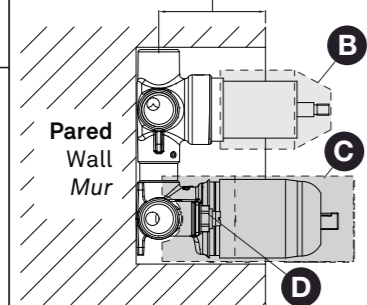

Fig. 8.1
**ATENCIÓN:** EN CASO DE INSTALACIÓN MEDIANTE SOLDADURA NO ES NECESARIO DESMONTAR LOS CARTUCHOS, SERÁ CAUSA DE LA ANULACIÓN DE LA GARANTÍA (FIG. 8.1).
**ATTENTION:** IN CASE OF WELD INSTALLATION DO NOT DISASSEMBLE THE CARTRIDGES UNDER ANY REASON. IT WILL CAUSE WARRANTY INVALIDITY (FIG. 8.1).
**ATTENTION:** EN CAS D'INSTALLATION PAR SOUDAGE, CE N'EST PAS NÉCESSAIRE DE DÉMONTÉZ LES CARTOUCHES, CELA PROVOQUERA L'ANNULATION DE LA GARANTIE (FIG. 8.1).